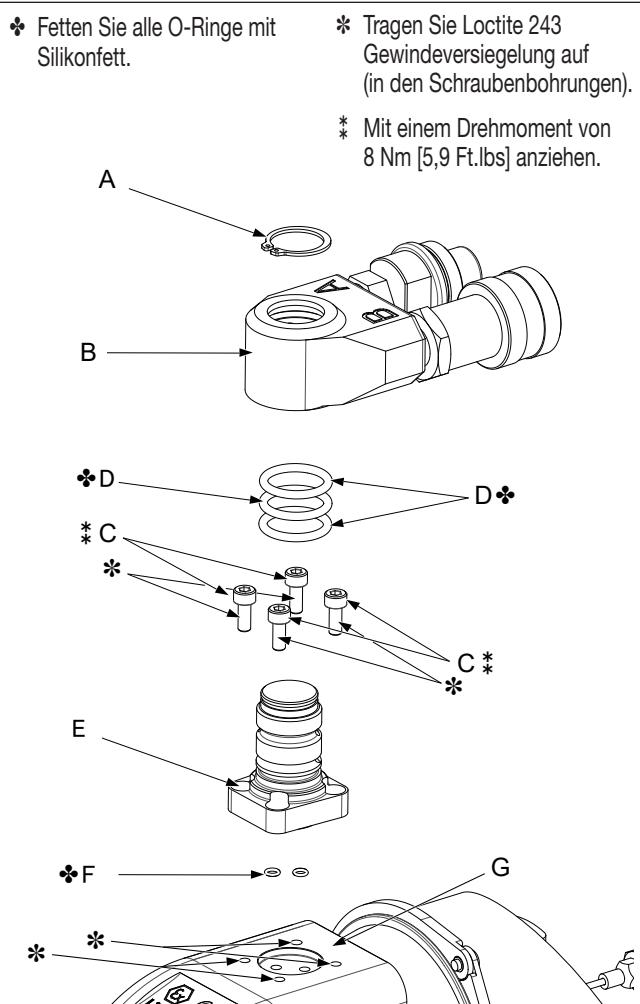
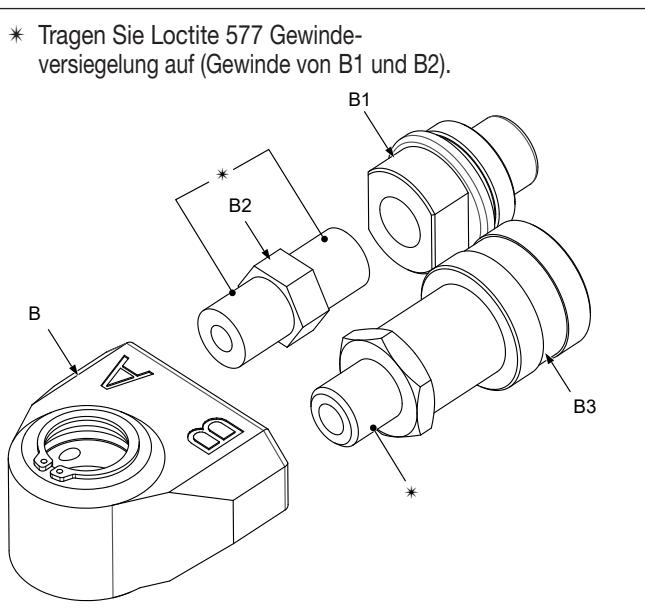

Abbildung 11: Schwenkkupplungsstange und Schwenkkupplung
Abbildung 12: Explosionsansicht der Schwenkkupplung
### 7.2.1 Schwenkkupplung (Abb. 11 + Abb. 12)
**HINWEIS** Bringen Sie die Kupplungen (B1 und B3) und den Adapter (B2) an, bevor Sie die Schwenkkupplung (B) an der Schwenkkupplungsstange (F) anbringen. Verwenden Sie einen Schraubstock mit weichen Backen, um die Schwenkkupplung, die Kupplungen und den Adapter in Position zu halten.
1. Tragen Sie auf die Gewinde der Kupplungsmuffe (B3) und des Adapters (B2) die Gewindeversiegelung Loctite 577 auf. Für die Positionen siehe Abbildung 12.
1. Geben Sie etwas von der Gewindeversiegelung Loctite 243 in die Gewindebohrungen des Gehäuses des Drehmomentschlüssels. Für die Positionen siehe Abbildung 11.
2. Bringen Sie zwei neue O-Ringe (F) an den Anschlüssen der Basis der neuen Schwenkkupplungsstange (E) an.
3. Positionieren Sie die Schwenkkupplungsstange (E) auf dem Drehmomentschlüssel (G) und stellen Sie sicher, dass die Hydraulikanschlüsse ausgerichtet sind. Achten Sie darauf, dass die O-Ringe (F) nicht herausfallen und nicht eingeklemmt oder eingeklemmt werden.
4. Bringen Sie die entfetteten Inbusschrauben (D) an und ziehen Sie diese auf 5,1 Nm [3,7 Ft.lbs] an: